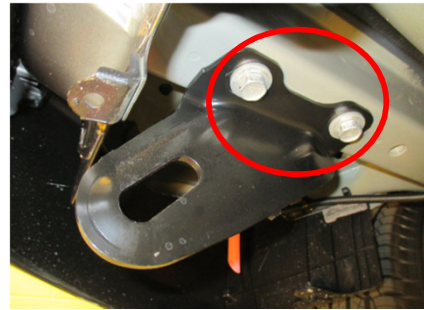

Figure 3
2. Enlèvement du support d'arrimage - Utiliser une douille 17 mm pour enlever deux (2) boulons du support, voir Figure 3.
3. Échappement inférieur - Enlever un (1) isolateur en caoutchouc de la tige d'échappement côté passager.